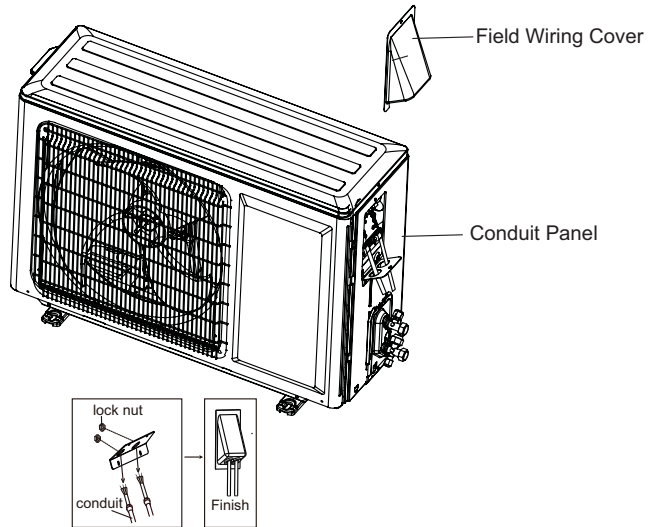

Fig. 13 - Field Wiring
4. Connect conduit to the conduit panel. (See Fig. 13)